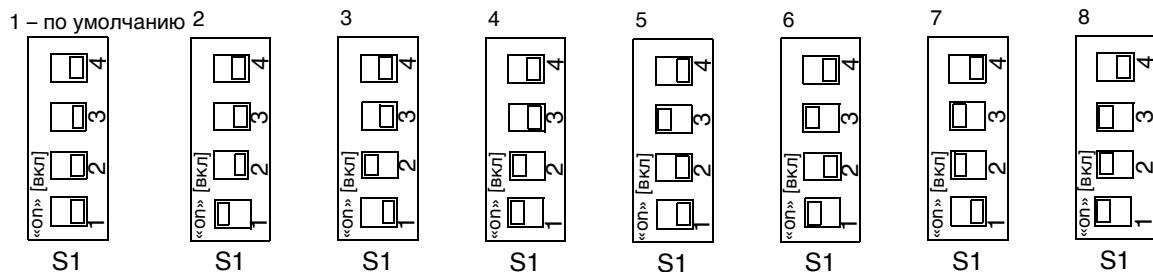

Рис. 3
Четыре полосы на DIP-переключателях позволяют настроить 8 идентификаторов сети и 8 идентификаторов приемопередатчика. См. восемь позиций (1, 2, 3, 4, 5, 6, 7 и 8) на Рис. 2 и Рис. 3, стр. 4 и 5.
1. С дисплея КИП уровня цистерны снимите защитную накладку (5), которая использовалась для транспортировки и предупреждения брака.
2. Открутите четыре винта (3), которые удерживают крышку КИП (7).
3. Снимите крышку (7).
4. Снимите изоляционный пенопласт (4), чтобы получить доступ к схемной плате.
5. Извлеките батареи (1), если установлены.
6. Установите полосы переключателей S1 и S2 в положения соответственно настройкам приемопередатчика, с которым будет взаимодействовать КИП уровня цистерны (см. Рис. 2 и Рис. 3).
Конфигурации положения полос DIP-переключателя см. на Рис. 3.